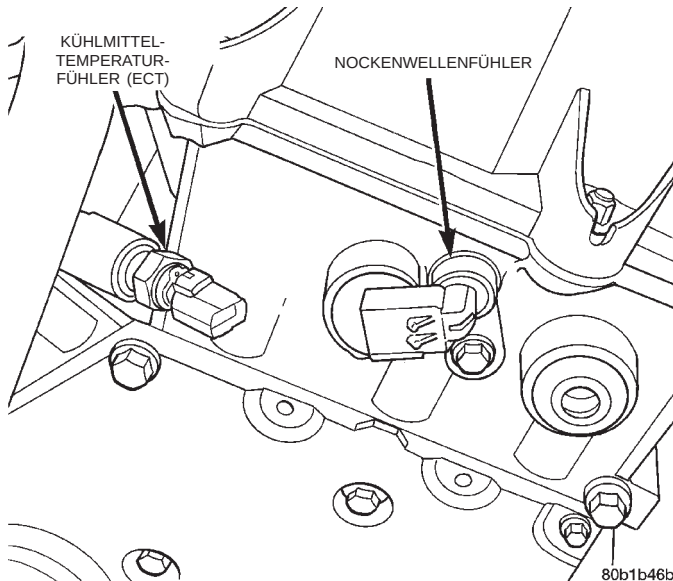
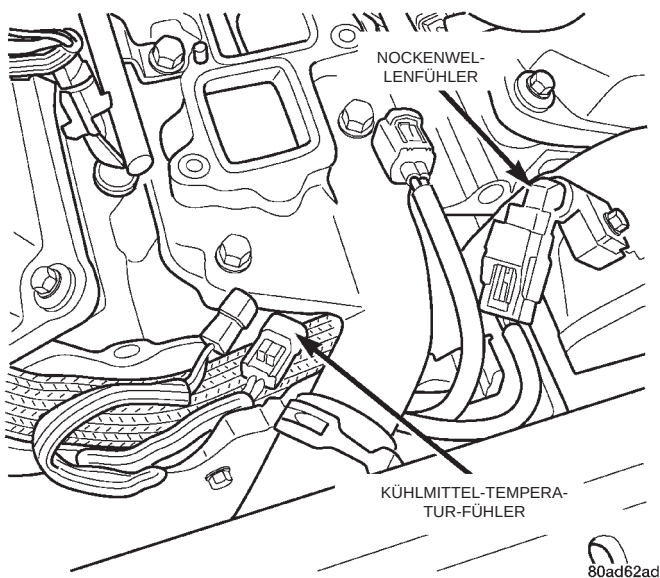

Abb. 48 Lage des Kühlmittel-Temperaturfühlers (ECT)—2.7L-Motor
Abb. 49 Lage des Kühlmittel-Temperaturfühlers (ECT)—3.2/3.5L-Motor
(1) Bei ausgeschalteter Zündung den Kabelbaum-Steckverbinder vom Kühlmittel-Temperaturfühler (ECT) abziehen (Abb. 48) oder (Abb. 49).